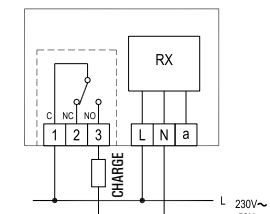

Fig. 7
Nombre de cycles automatiques: 100000 (schémas Fig. 7, 8, 9)
- 6 Effectuer les connexions électriques en suivant le schéma de connexion de la Fig. 7, 8 ou 9 et le paragraphe "Connexions électriques".